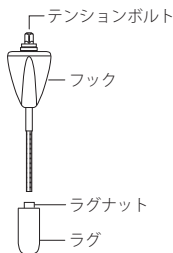

図2
2. フックにテンションボルトを通し、ラグのラグナットにネジ込みます（図2）。